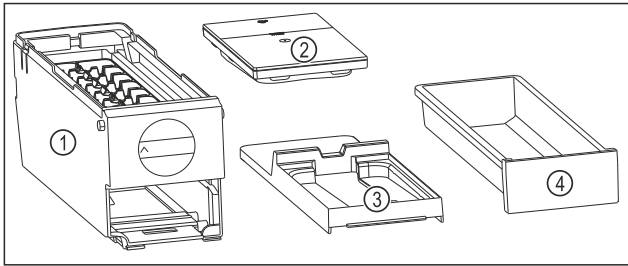

Fig. 108 Componentes del EasyTwist-Ice
- ▶ El EasyTwist-Ice está desmontado en cuatro piezas. (consulte Fig. 108)
- ▶ Desmontar el EasyTwist-Ice solo en los componentes mostrados. (consulte Fig. 108)
- ▶ Limpiar el cuerpo del EasyTwist-Ice Fig. 108 (1) en su totalidad.